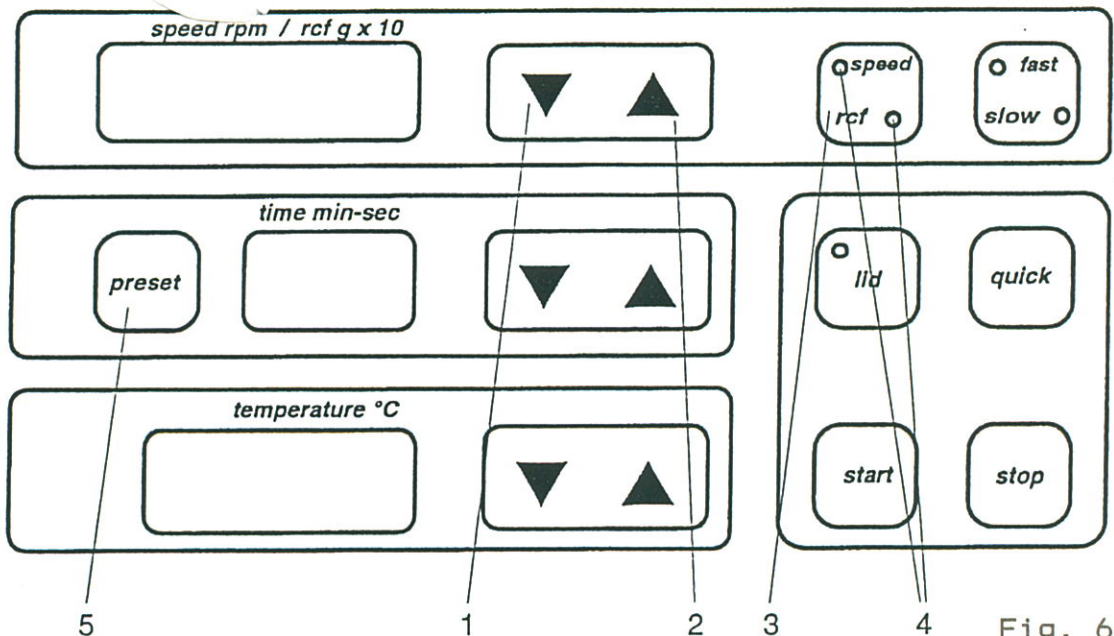

Fig. 6
Når centrifugens låg står åbent forudindstilles hastighed eller RCF på knapperne \setminus / \wedge (1) og (2) (fig. 6). Med knappen "SPEED/RCF" (3) vælges der imellem RPM og G-værdi. Den grønne kontrollampe (4) indikerer hvilke mode der er aktiv. Hvis centrifugens låg er lukket og hastigheden ønskes ændret under kørsel, kan det gøres på følgende måde: